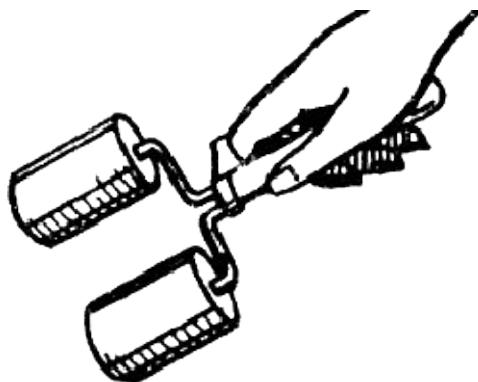

Рис.11.
*Проолифил труб, решеток и т.п. с помощью валика (валики сдвоенные поролоновые валики, ванночка, лестница-стремянка, ведро; рис.11, 12, 13). Маляр, нажав большим пальцем руки на рычаг, раздвигает валики, а затем набирает на них олифу.*